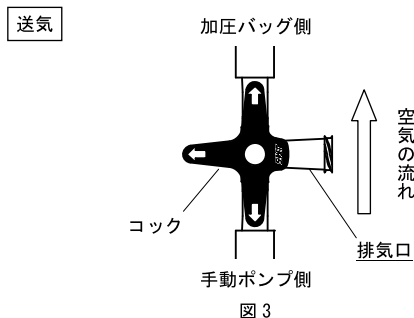

図 3
**4. 三方活栓のコックを図 3 のように合わせ、排気口を閉じます。